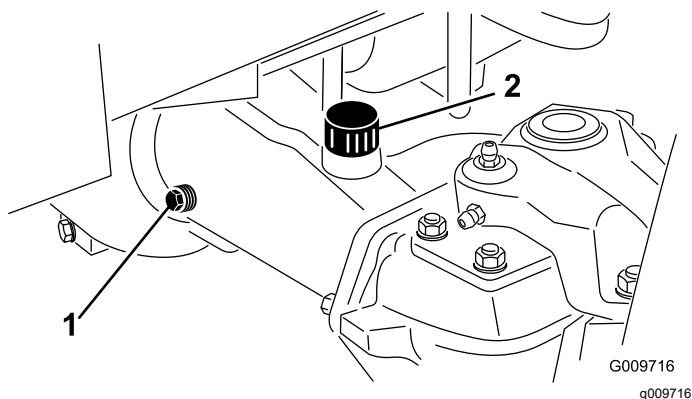

**Рисунок 109**
2. Снимите контрольную пробку с одного конца моста (Рисунок 109) и убедитесь, что масло доходит до низа отверстия. Если уровень низкий, снимите пробку заливного отверстия (Рисунок 109) и добавьте такое количество масла, чтобы довести его уровень до низа отверстия контрольных пробок.